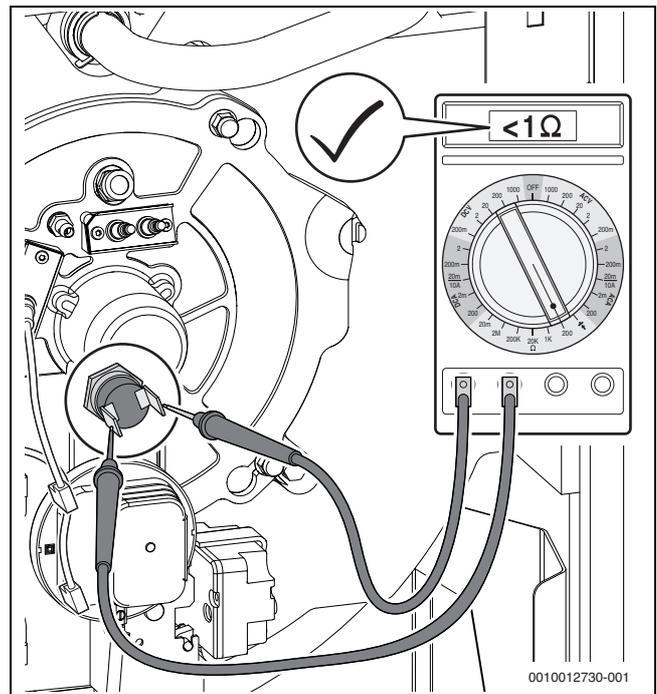

Fig. 88 Misurare la resistenza elettrica sui contatti del termostato di sicurezza (termostato di sicurezza funzionante)
- Misurare la resistenza elettrica sui contatti del termostato di sicurezza (→ fig. 88).